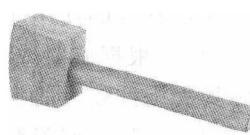

图 1-5 木锤子
(2) 木锤子 又称木锤，用于木工或者其他不适合用铁制品拍打的表面，如图 1-5 所示。